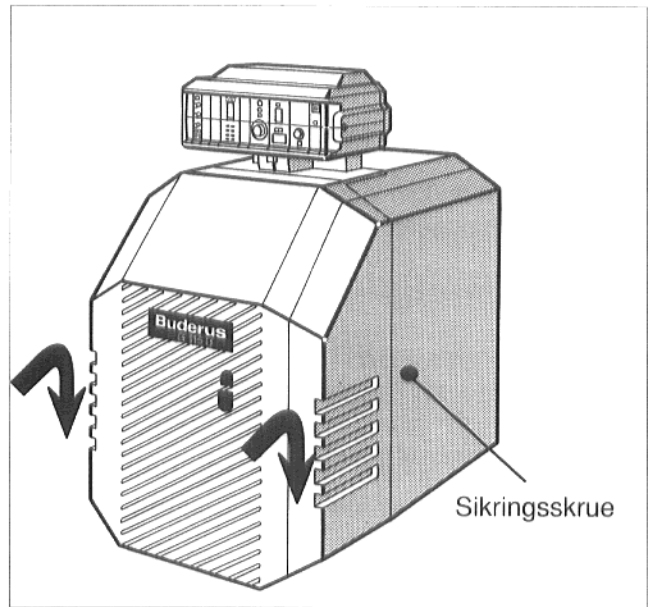

fig. 41
- Brennerdørens frontvegg hhv. brennerens toppplate henges på igjen i sideveggene. Brennerens toppplate sikres på høyre og venstre side med sikringskruene (fig. 41).